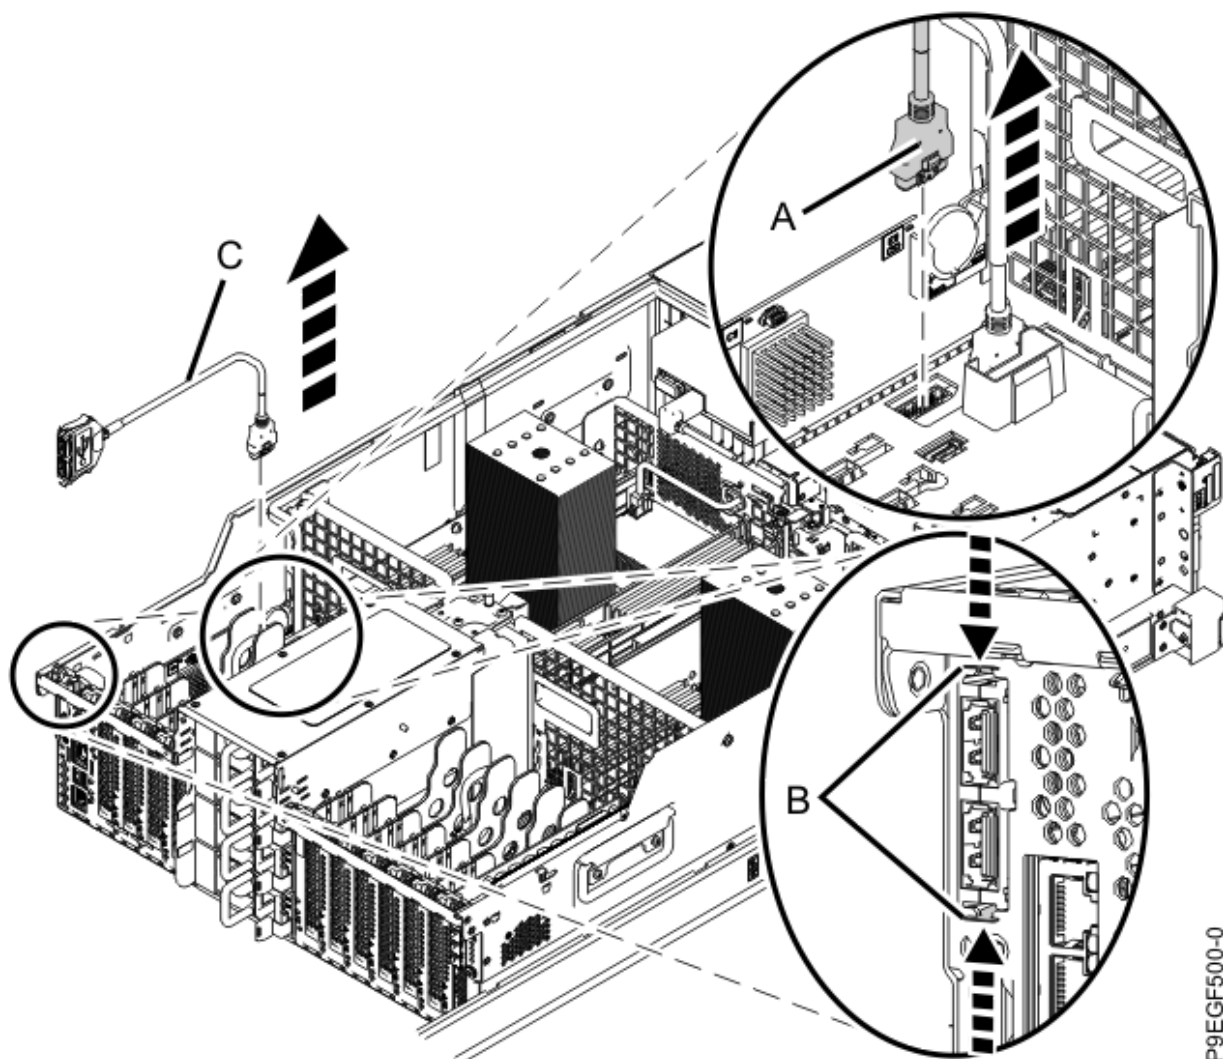

Figura 10. Extracción del cable USB posterior
7. Mientras presiona el pestillo de liberación del conector, desenchufe el cable USB posterior **(A)** de la placa posterior del sistema, tal como se muestra en la Figura 10 en la página 13,
8. En la parte posterior del sistema, presione los pestillos **(B)** en la dirección que se muestra en la Figura 10 en la página 13 para liberar el cable USB posterior **(C)**.